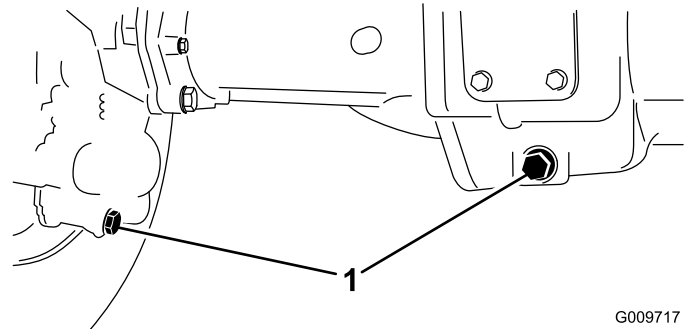

図 57
2. ドレンプラグそれぞれの端部に1本ずつ、中央に1本全部で3本の周囲をきれいにする 図 57。